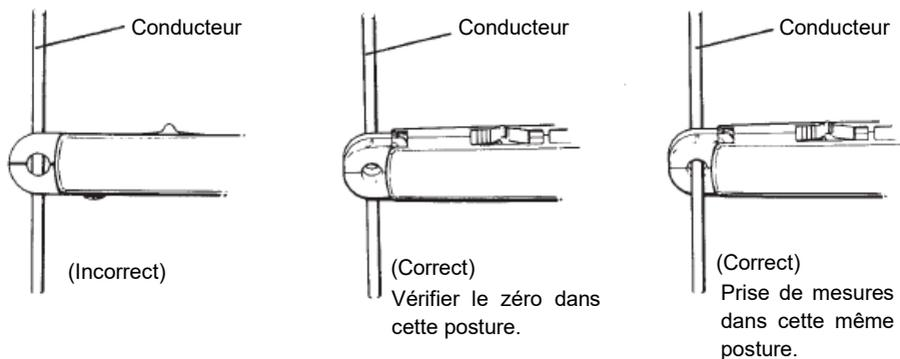

Fig.4
- (4) Étant donné que la plage 2A DC est conçu avec une très grande sensibilité, le magnétisme terrestre affecte la lecture de l'affichage de plusieurs points (pour les courants DC uniquement). Pour vérifier si l'affichage indique zéro à proximité du conducteur testé, tenez l'instrument dans la même position que celle dans laquelle il est utilisé pour serrer le conducteur. Voir la figure 4.